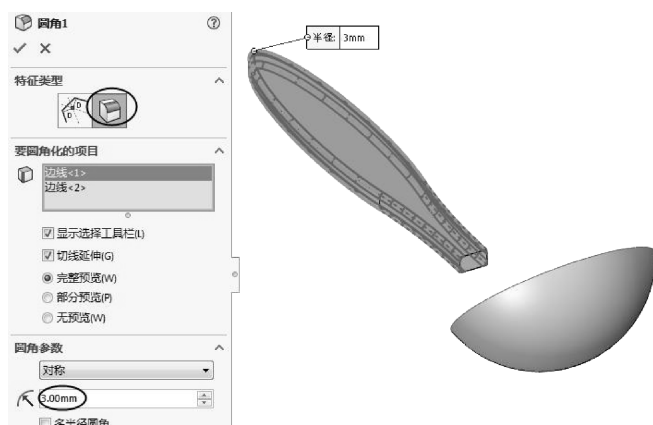

图 4-97 创建圆角
- 11 利用【圆角】工具，对加厚的曲面进行圆角处理，半径为 3，结果如图 4-97 所示。